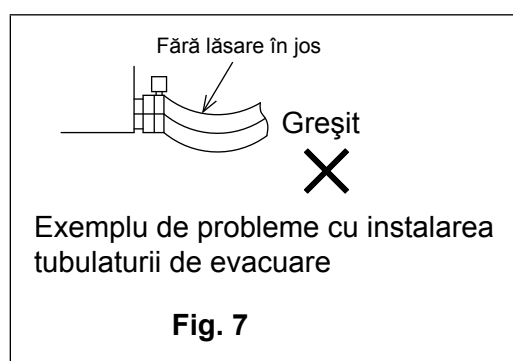

Fig. 7
- Nu permiteți furtunului de evacuare (4) să se lase în jos în interiorul unității BS. **(Consultați Fig. 7.)**